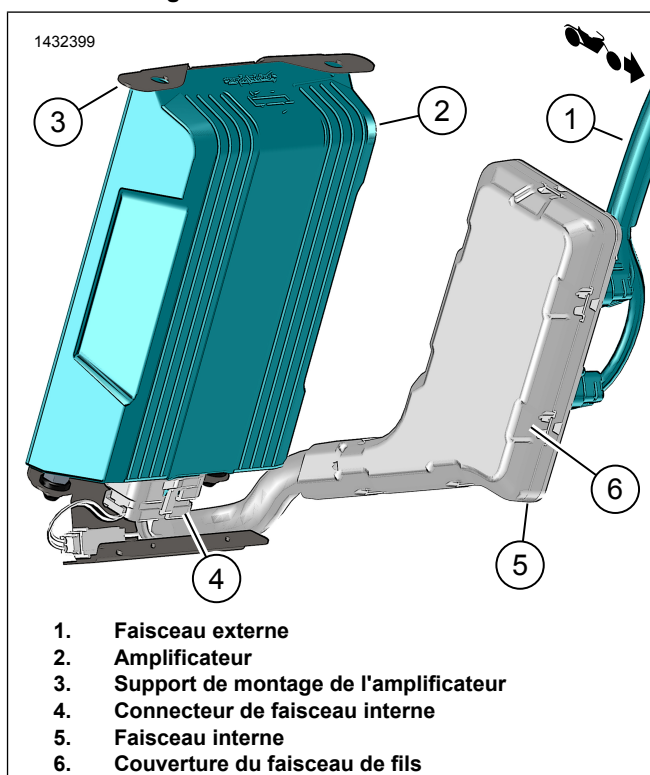

Figure 14. Assemblage d'amplificateur de la sacoche droite
6. Voir la Figure 14. Connectez le connecteur de faisceau interne (4) à l'amplificateur (2).
10. Voir la Figure 14. Installez le boîtier du faisceau de fils (6).